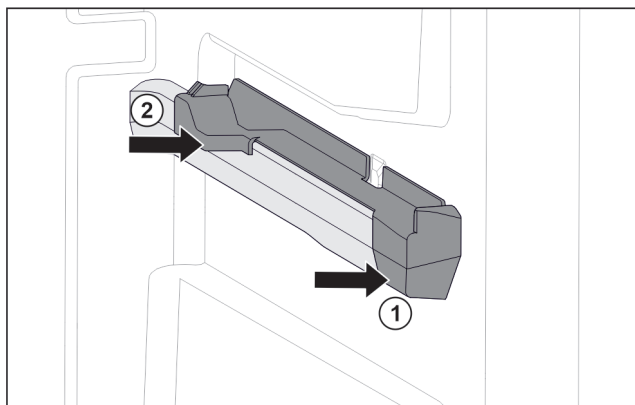

Fig. 126 Násuvný diel na pravom rebre nádoby
- Nasadte násuvný diel vpredu na rebo nádoby. Fig. 126 (1)
- Pritlačte násuvný diel vzadu. Fig. 126 (2)